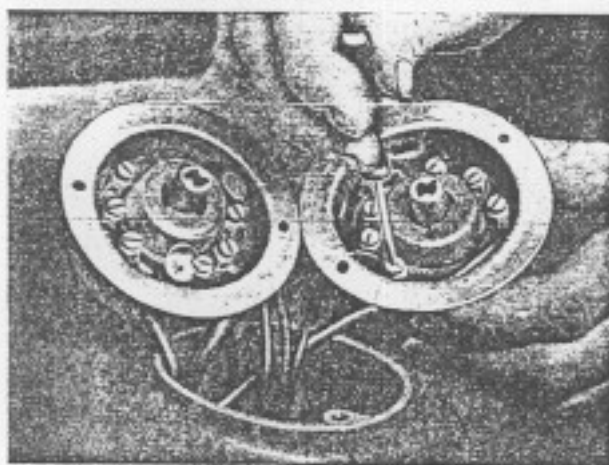

Bild 231. Beim Ersetzen eines NZ-Zündlichtschalters werden, um Verwechslungen zu vermeiden, vorteilhaft die einzelnen Leitungen nacheinander umgeklemmt
4. Zuleitungen vom alten Schalter ab- und einzeln (um Verwechslungen zu vermeiden) an die Anschlußklemmen des neuen Schalters anklemmen (siehe Bild 231).